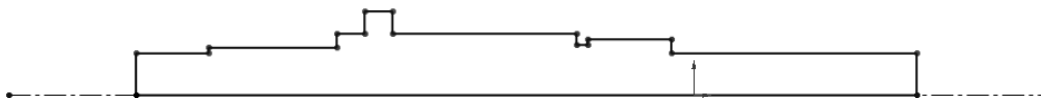

图 2-6 绘制中心线和直线
STEP 2 单击“草图”工具栏中的“直线”按钮，捕捉到“中心线”上任意一点，然后不断横向和竖向移动并单击，绘制多条直线，如图 2-6 所示（注意，沿着中心线应有一条直线令整个图形闭合）。